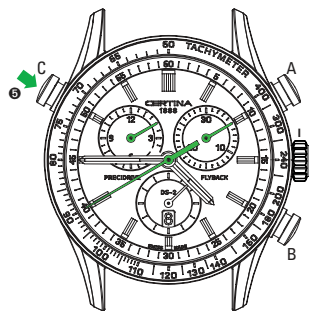

Рис. 8
**C** RESTART (ПОВТОРНЫЙ ПУСК) (наверстывание) (см. рис. 8)